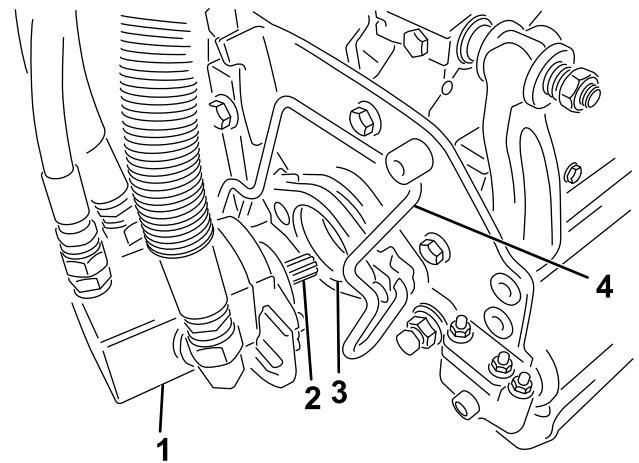

Figura 53
- 5. Enduisez de graisse propre l'arbre cannelé du moteur de l'unité de coupe (Figura 53).
- 6. Insérez le moteur dans le côté gauche de l'unité de coupe (vu de la position de l'utilisateur) et tirez la barre de retenue du moteur située sur l'unité de coupe vers le moteur jusqu'à ce que vous entendiez un déclic des deux côtés du moteur (Figura 53).